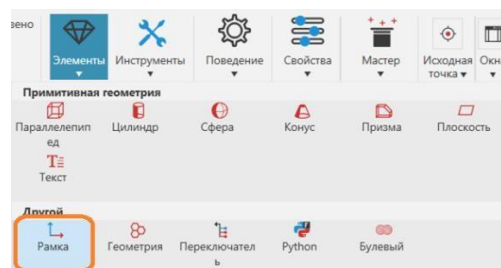

Рисунок 16 – Вкладка Элементы > Рамка
4. На вкладке **Элементы** выберите **Рамка** (рис.16). Используйте инструмент Привязка для того, чтобы корректно расположить рамку на поверхности позиционера, к которой будут привязываться заготовки. Дайте наименование рамке, например, *SnapFrame*.